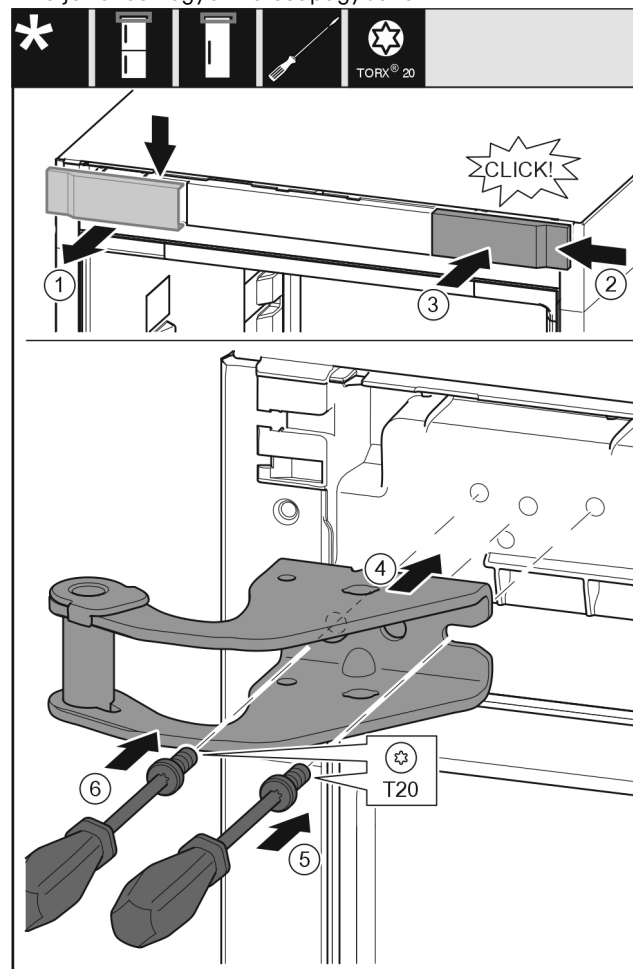

Fig. 11
- ▶ Vegye ki felülről az alsó fedelet előre felé. Fig. 11 (1)
- ▶ Akassza be a fedelet 180°-kal elfordítva a másik oldalra jobbról. Fig. 11 (2)
- ▶ Pattintsa be a fedelet. Fig. 11 (3)
- ▶ Helyezze fel a felső csapágybakot. Fig. 11 (4)
- ▶ Helyezze fel és húzza meg a csavart a T20 csavarhúzóval. Fig. 11 (5)
- ▶ Helyezze be és húzza meg a csavart a T20 csavarhúzóval. Fig. 11 (6)